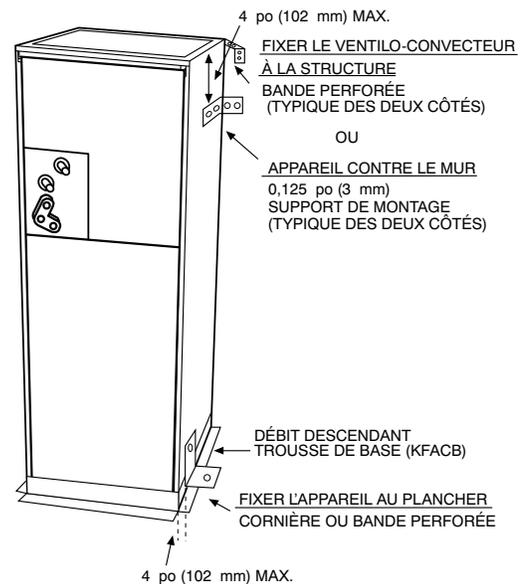

Fig. 9 – Applications pour maisons préfabriquées et maisons mobiles
- Si le ventilateur-convecteur se trouve contre un mur, fixez-le au poteau mural au moyen de cornières de 1/8 po (3 mm) d'épaisseur. Fixez les supports au ventilateur-convecteur au moyen de vis autotaraudeuses n° 10 et au poteau mural au moyen de vis tire-fond de 5/16 po (Fig. 9).